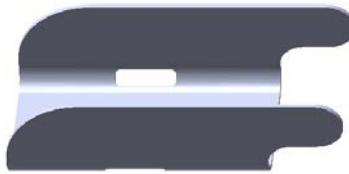

图 12.3.22 折叠 1
Step8. 创建图 12.3.22 所示的钣金特征——折叠 1。
(1) 选择命令。选择下拉菜单 **插入(I)** → **钣金(U)** → **折叠(F)...** 命令（或单击“钣金”工具栏上的“折叠”按钮 ），系统弹出“折叠”对话框。
(2) 定义固定面。选取展开 1 特征的固定面为固定面。
(3) 定义折叠的折弯特征。在“折叠”对话框中单击 **收集所有折弯(A)** 按钮，系统将模型中所有可折叠的折弯特征显示在 **要折叠的折弯** 列表框中。
(4) 单击 **确定** 按钮，完成折叠 1 的创建。